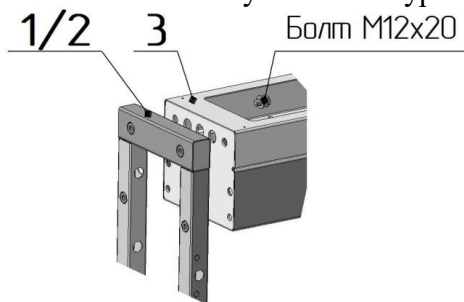
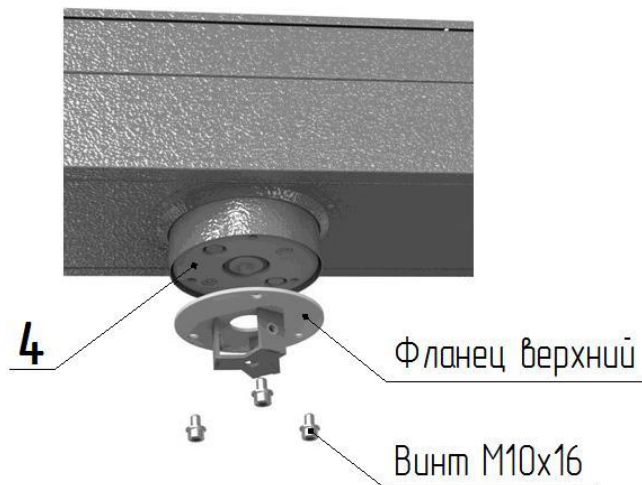

Рис. 1
Рис. 3
1. Сборка турникета (рис. 1, 2, вариант сборки двумя сборщиками):
– положите на пол на боковую плоскость раму привода 3 (рис. 3), (предварительно постелив лист картона), рядом аналогично положите стойку крыла прохода 1 и стойку ограничения прохода 2 (рис.1); состыкуйте указанные элементы друг с другом присоединительными элементами и закрутите по три болта М12 с каждой стороны; поставьте собранный портал вертикально на месте установки турникета;
2. Сборка центральной стойки (рис. 3, 4):
– установите на диск муфты привода **4** (рис.3) верхний фланец центральной стойки и закрепите винтами М10х16, нижний фланец прикрепите к фланцу вала опоры центральной стойки **7** винтами М8х16, в первую очередь установите на посадочные плоскости фланцев лопасть с внутренними кронштейнами (рис.4), расположение "верх" указано маркировкой и закрепите винтами М8 (не затягивая их);